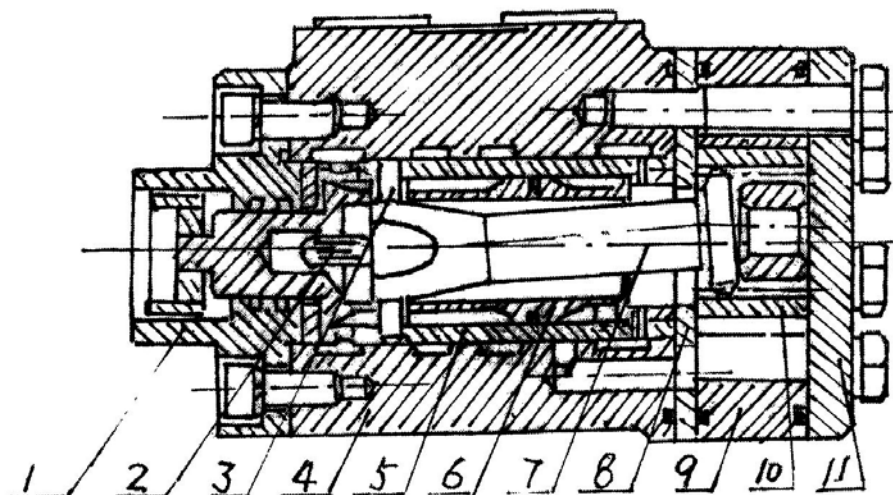

Рис. 11. Структура полного гидравлического рулевого привода.
- А. Структура полного гидравлического рулевого привода указана на Рис. 11. Вращающий механизм клапана, который состоит из клапанного элемента (7), вкладыша клапана (6) и корпуса клапана (5), регулирует направления потока гидравлического масла. Статор (9) и ротор (10) создают пару функциональности циклоидального зацепления в качестве клапана управления потоком, который впускает масляный поток в рулевой цилиндр пропорционально углу вращения рулевого колеса. Соединяющий вал (8) передает вращающий крутящий момент.